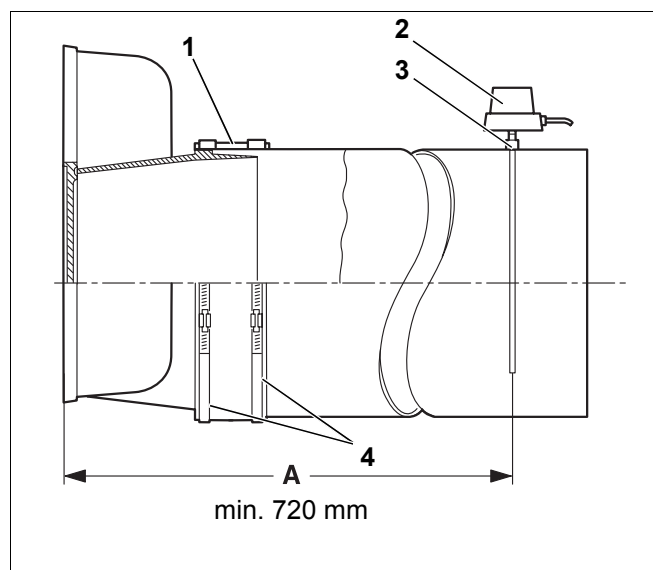

Bild 29 Montage – Abgasrohr
Es wird empfohlen, eine Abgasrohr-Abdichtmanschette zu verwenden (Bild 29, Pos. 1).
- ▶ Schneckengewindeschellen (Bild 29, **Pos. 4**) über die Abgasrohr-Abdichtmanschette legen. Eine der Schneckengewindeschellen muss auf den Stutzen des Abgassammlers und eine auf das Abgasrohr drücken.
- ▶ Muffe (Bild 29, **Pos. 3**) in einem Abstand von $2 \times$ Abgasrohrdurchmesser (A) – min. 720 mm – von dem Abgassammler entfernt in das Abgasrohr einschweißen.
- ▶ Abgastemperaturfühler (Bild 29, **Pos. 2**) entsprechend gesonderter Montageanweisung montieren.